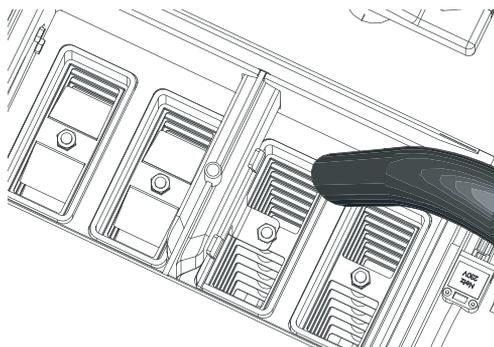

Fig. 69 Aspirer les cendres
- ▶ Aspirer les cendres des surfaces d'échange – Fig. 69.